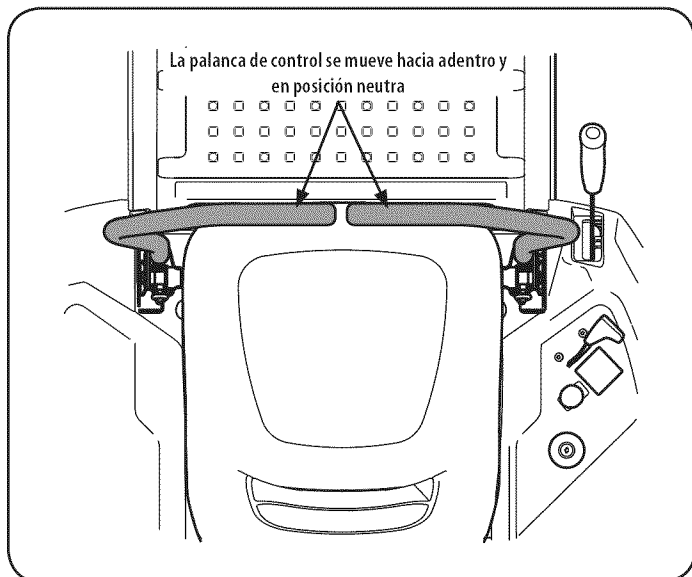

Figura 12
2. Coloque las palancas de control de transmisión del lado derecho y del lado izquierdo hacia adentro, en posición neutra. Consulte la Figura 12.